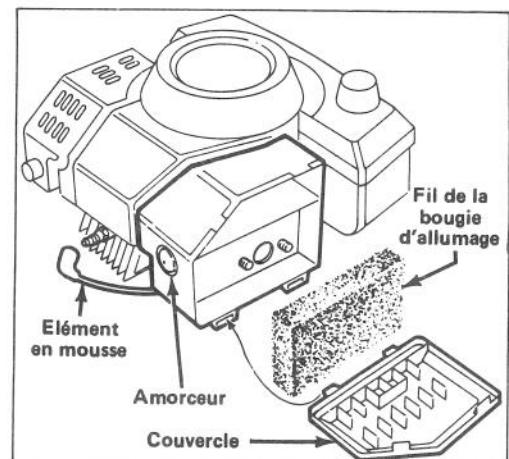

Figure 11
1. Arrêtez le moteur et débranchez le fil de la bougie d'allumage (Fig. 11).
2. Soulevez les languettes du dessus du couvercle du filtre à air et faites pivoter le couvercle. Nettoyez soigneusement le couvercle (Fig. 11).
1. Arrêtez le moteur et débranchez le fil de haute tension de la bougie (Fig. 11).
2. Nettoyez la surface autour de la bougie et enlevez la bougie de la culasse (Fig. 11).